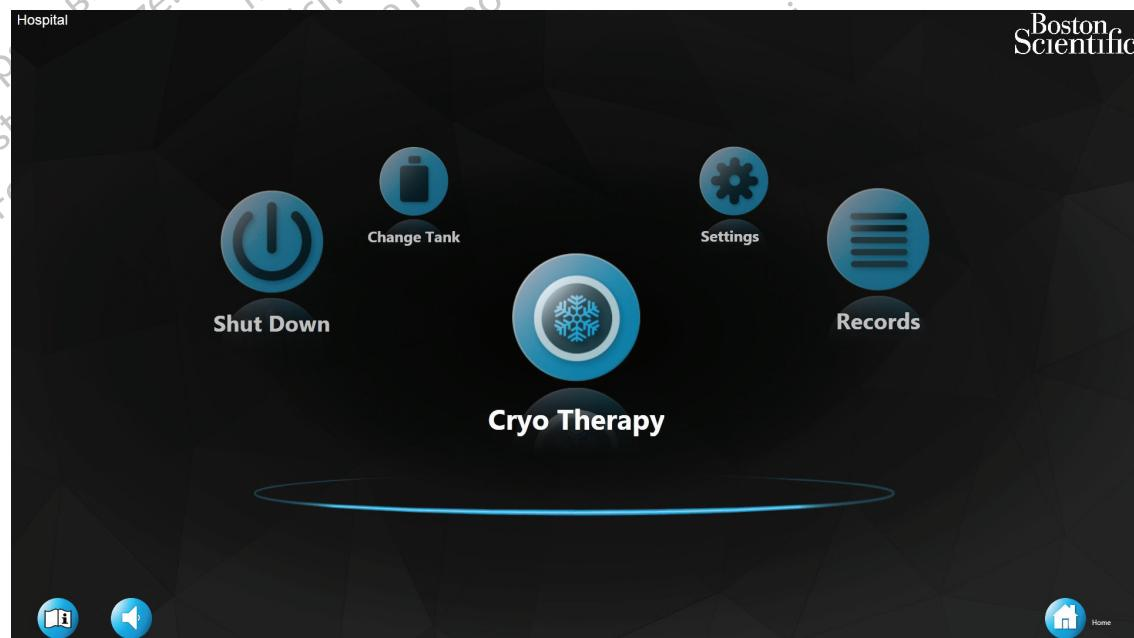

Figura 2. Pantalla de inicio
4. Se mostrará la pantalla principal una vez que la consola haya finalizado el procedimiento de arranque (Figura 2).